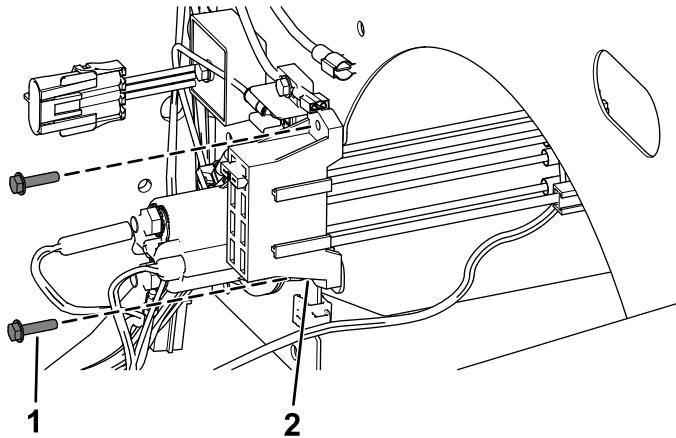

Bild 21
- Befestigen Sie den neuen Sicherungsblock mit den beiden selbstschneidenden Schrauben, wie in **Bild 21** dargestellt, **gilt für Maschinen ab Baujahr 2019**.